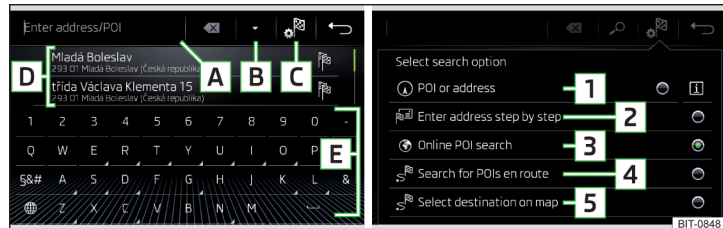
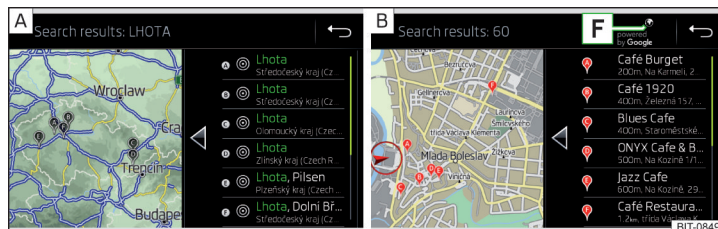
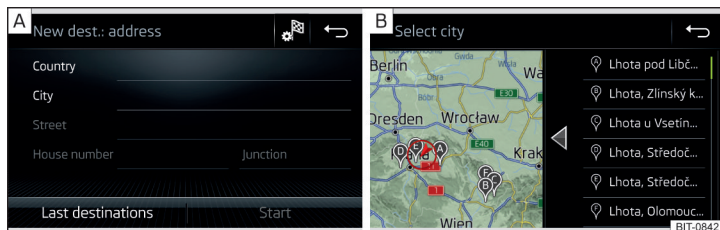

Abb. 228 Ziel suchen: Hauptmenü / Auswahl des Suchmodus
Abb. 229 Liste der aufgesuchten Ziele: in den Navigationsdaten / online
Abb. 230 Ziel über die Adresse eingeben: Hauptmenü / Liste der aufgesuchten Orte
- Wird kein Menü zur Zielsuche, sondern eines zur Zieleingabe über die Adresse oder zur Zieleingabe in der Karte angezeigt, dann die Funktionsfläche → **1** » Abb. 228 antippen.
Beschreibung der Funktionsflächen » Abb. 228 bzw. » Abb. 229
- ▶ Die Funktionsfläche **C** → **1/2/4/5** » Abb. 228 antippen.
- ▶ Zur Anzeige der aufgesuchten Ziele die Funktionsfläche **B** » Abb. 228 antippen.
- ▶ Die Funktionsfläche **C** → **3** » Abb. 228 antippen.
- ▶ Zur Zielsuche anhand der eingegebenen Parameter die Funktionsfläche **B** » Abb. 228 antippen.
- ▶ Wird das Menü zur Zieleingabe über die Adresse » Abb. 230 - **A** nicht angezeigt, dann die Funktionsfläche **F** → **2** » Abb. 228 auf Seite 199 antippen.
Es besteht die Möglichkeit, dass während der Eingabe eines Ortsnamens automatisch eine Karte mit einer Liste gleichnamiger Orte angezeigt wird » Abb. 230 - **B**.
- › Anschließend die Funktionsfläche  → **5** » Abb. 228 auf Seite 199 antippen.